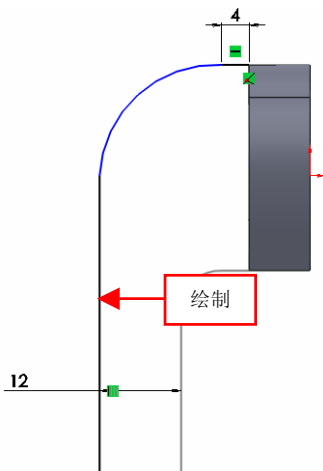

图 15-34 绘制草图 3 对象
(5) 退出草图绘制环境，完成草图 2 的创建，在【草图】选项卡中，单击【草图绘制】按钮，选取右视基准面为草图曲面，进入草图绘制环境，绘制草图 3 对象，如图 15-34 所示。